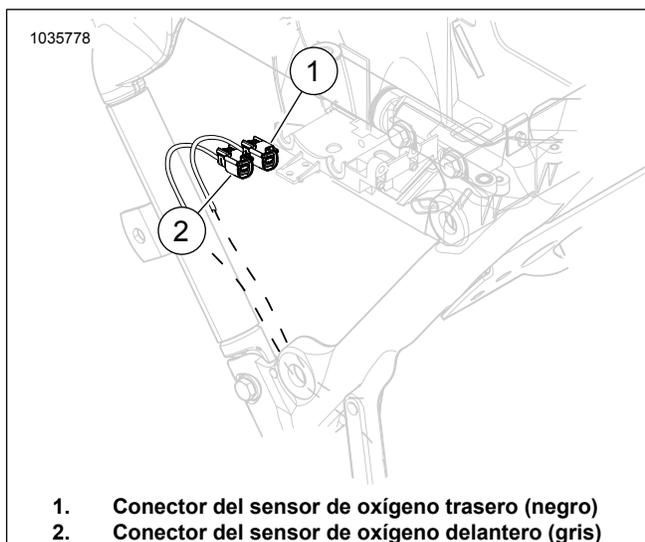

Figura 10. Ubicación del sensor de oxígeno delantero y trasero
Ver Figura 10. Desenchufe los conectores del sensor de oxígeno delantero (2) y trasero (1).